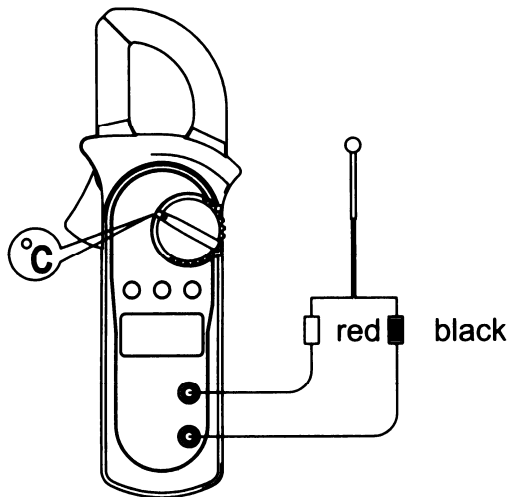

Рис. 8
**F. UT-202: измерение температуры (рис.8)**